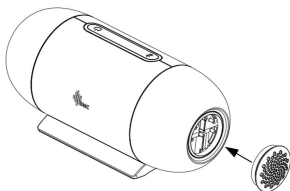

Fig. 12-2
(2) Instale la tapa del filtro que contiene el filtro de aire al dispositivo principal, como se muestra en la Fig. 12-2.